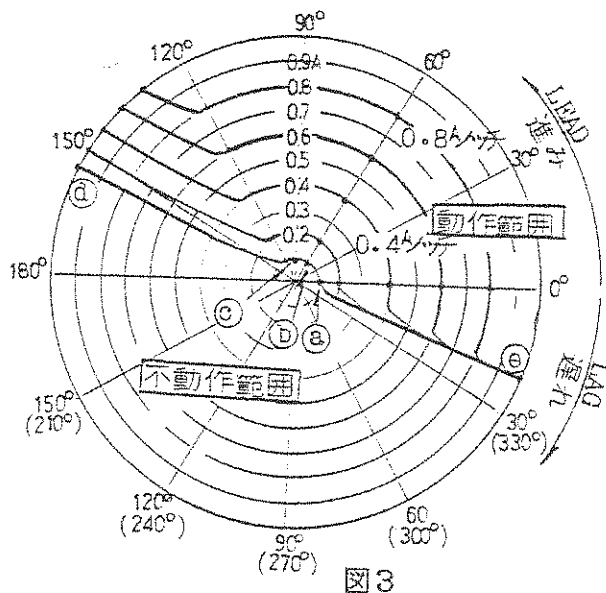

図3
- (7) 位相調整ツマミで、位相計の指示を進み（LEAD）60° に合せます。（P 7参照）
- (8) 電流切換スイッチを0.3〔A〕レンジにし、電流調整ツマミを静かに回し、電流を増加させて、継電器が動作する電流がその位相による最小動作電流です。その時の電流値をプロットします。（図3のb点）（継電器が動作した時継電器の接点が閉じて、RDF-2のブザーが鳴ります。）
- (9) 電流調整ツマミを「0」にします。継電器のターゲットを押して、継電器を復帰します。
- (10) 同様に進み（LEAD）90°、0° に於ける最小動作電流値をプロットします。（図3のa, c点）
- (11) 位相調整ツマミで位相計の指示を不動作域（進みLEAD 170°）に合わせます。（P 7参照）
- (12) 電流切換スイッチを1.2〔A〕レンジにし、電流調整ツマミで1.0〔A〕に設定します。
(13) 位相調整ツマミを回し、動作する位相角が動作角です。この時の動作角をプロットします。(図3のd点)電流調整ツマミを「0」にします。継電器のターゲットを押して、継電器を復帰します。
(14) 同様に、位相特性図(図3)のe点も求め、プロットします。
(15) 同様に、各整定ノッチ(タップ)ごとに行なってグラフを描きます。